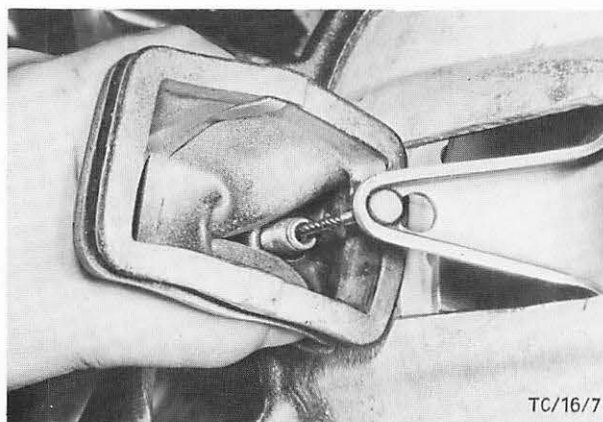

Abb. 25 Kupplungsseil an Schwinge aushängen
1. Kupplungsseil unten an der Einstellung zurückstellen und Manschette aus dem Kupplungsgehäuse herausziehen, anschließend Kupplungsseil an Schwinge aushängen, dabei darauf achten, daß das Drucklager nicht aus der Schwinge rutscht. Manschette vom Seil abziehen. Abb. 25.